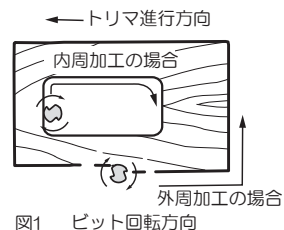

図1 ビット回転方向
7. 面取りなど材料の側面加工を行なう場合には、図1の矢印方向に本体を送り切削してください。
- ・ クランプレバーが開いている状態で本体をベースにさし込み、『カチッ』と音がするまで押込んでください。(図1参照)